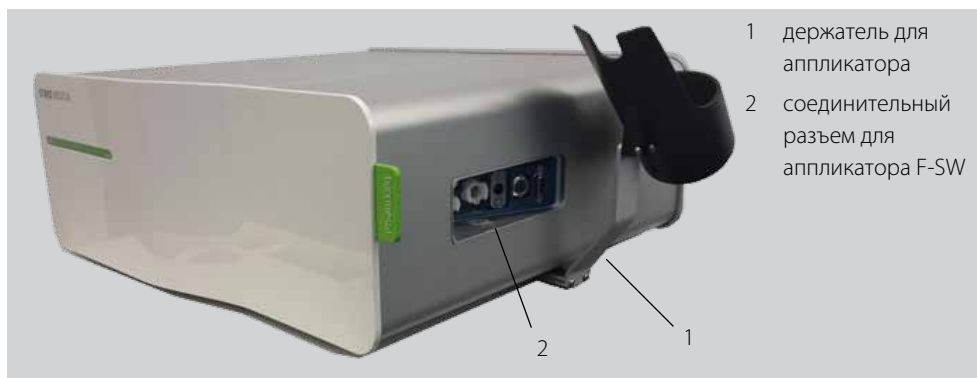

Рис. 3-1 Прибор «ДУОЛИТ SD1», вид спереди и справа
- Вставьте аппликатор в держатель (см. Рис. 3-1).